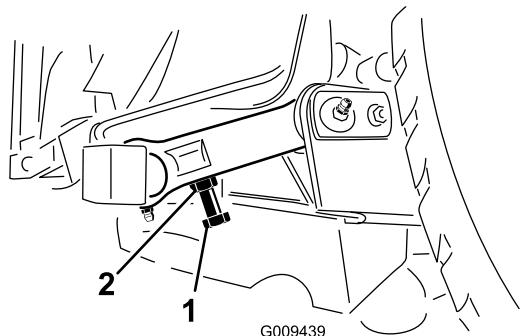

Figure 26
3. Pour ajuster la distance, trouvez le boulon sur la biellette de pivot arrière du plateau de coupe (Figure 26). Desserrez l'écrou de blocage sur le boulon de réglage. Desserrez ou serrez les boulons de réglage